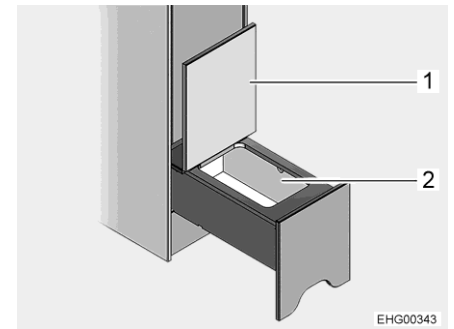

Fig. 80 Compartiment de rangement
- Rabattre le couvercle (Fig. 80,1) vers le haut. Le compartiment de rangement (Fig. 80,2) est accessible.